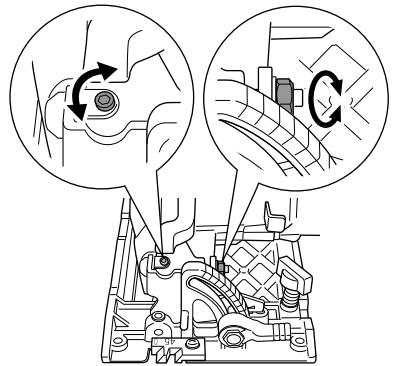

图 21
- (1) 仅松开锯片防护罩铰链部分的安装用螺丝（图 21）。